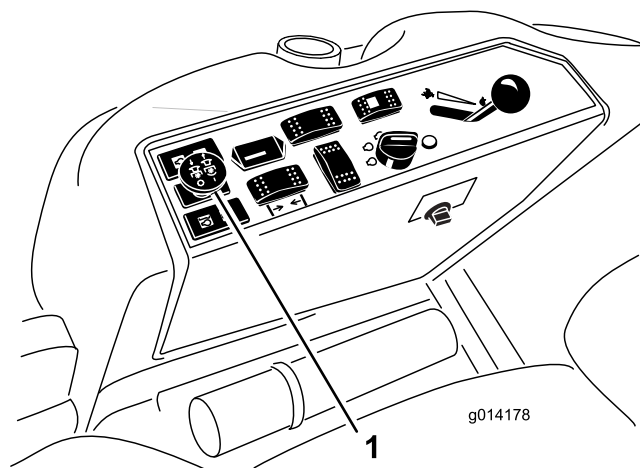

Рисунок 23
3. Чтобы включить механизм отбора мощности, потяните вверх переключатель РТО (Рисунок 23).